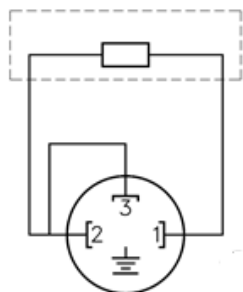

Рис.4.4.5.
4.4.5. Подключение осуществляется по двухпроводной схеме с тремя клеммами. Клемма «на землю» не присоединяется (рис.4.4.5)